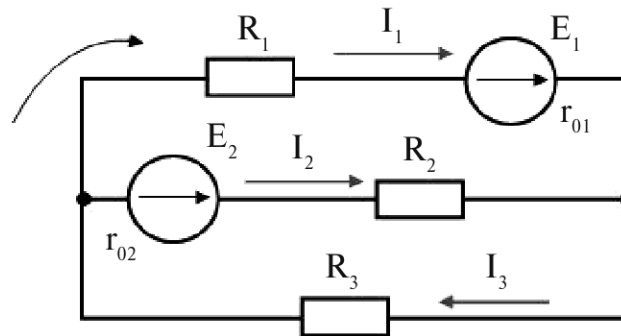

Рис. 8. Схема цепи с выбранными направлениями токов и обхода контура
1. Выбрать направления токов и обхода контура, изобразив на схеме (рис. 8).